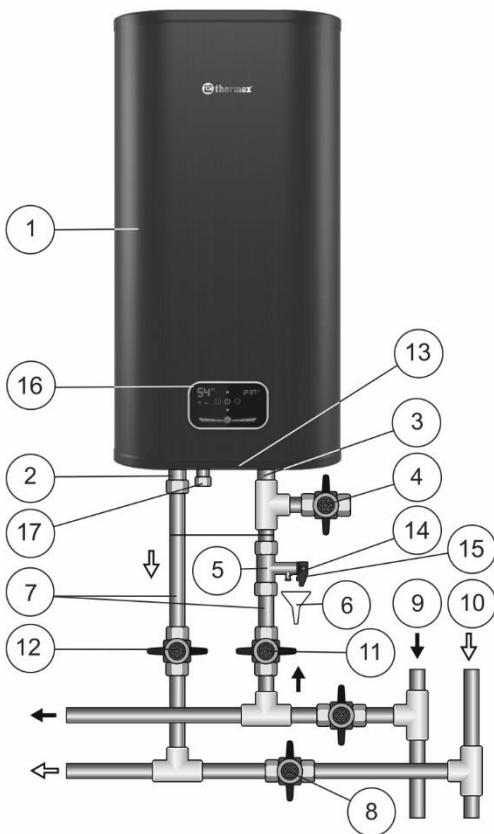

Рисунок 1. Схема подключения ЭВН к водопроводу в вертикальном положении вертикальных моделей V.
Внутренний бак изготавливается из высококачественной нержавеющей стали с содержанием титана, что обеспечивает высокую коррозионную стойкость и, как следствие, длительный срок эксплуатации. Пространство между внешним корпусом и внутренним баком заполнено пенополиуретаном - современной, экологически чистой теплоизоляцией, обладающей наилучшими характеристиками теплосбережения. Модели Flat Diamond Touch Pro Wi-Fi (ID PRO Wi-Fi) имеют два резьбовых патрубка: для входа холодной воды (Рис. 1, п. 3) с синим кольцом и выхода горячей воды (Рис. 1, п. 2) - с красным кольцом. На лицевой стороне ЭВН во всех моделях находится панель управления (Рис. 1, п. 16).
Предохранительный клапан (Рис. 1, п. 5) выполняет функции обратного клапана, препятствуя попаданию воды из водонагревателя в водопроводную сеть в случаях падения в последней давления и в случаях возрастания давления в баке при сильном нагреве воды, а также функции защитного клапана, сбрасывая избыточное давление в баке при сильном нагреве воды. Во время работы водонагревателя вода может просачиваться из выпускной трубы предохранительного клапана для сброса излишнего давления, что происходит в целях безопасности водонагревателя. Эта выпускная труба должна оставаться открытой для атмосферы и быть установлена постоянно вниз и в незамерзающей окружающей среде.
Необходимо обеспечить отвод воды из выпускной трубы предохранительного клапана (Рис. 1, п. 14) в канализацию, предусмотрев при монтаже ЭВН соответствующий дренаж (Рис. 1, п. 6).
Необходимо регулярно (не реже одного раза в месяц) проводить слив небольшого количества воды через выпускную трубу предохранительного клапана в канализацию для удаления известковых осадков и для проверки работоспособности клапана. Для открывания клапана он снабжен ручкой (Рис. 1, п. 15). Необходимо следить, чтобы во время работы ЭВН эта ручка находилась в положении, закрывающем слив воды из бака.
Установить предохранительный клапан (Рис. 1, п. 5) на входе холодной воды (Рис. 1, п. 3), помеченному синим кольцом, закрутив на 3,5 - 4 оборота, обеспечив герметичность соединения любым уплотнительным материалом (льном, лентой ФУМ и др.).
- Вертикальные модели V в соответствии с Рис. 1